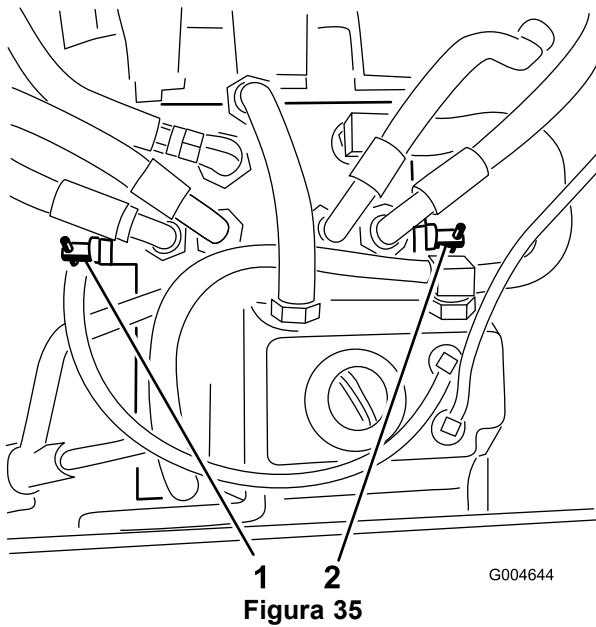

Figura 35
3. Rode cada válvula de derivação no sentido contrário aos ponteiros do relógio 1 volta (Figura 35).
Rode cada válvula de derivação no sentido dos ponteiros do relógio 1 volta e aperte-as à mão (aperte cerca de 8 Nm) (Figura 35).